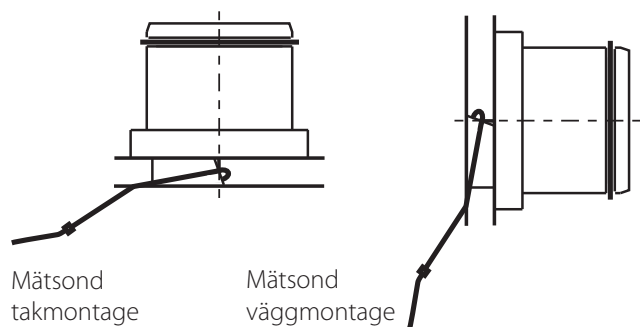

Bild 1. Placering av mätsond vid injustering.
- 7) Injusteringstrycket mäts med vinklad mätsond ("mättekro") bakom sektorplåten, se **Bild 1** för korrekt placering av sonden. Se rubrik **Injustering** för detaljerad injusteringsanvisning.
- ⚠ Enheten injusteras med hjälp av **mätsond**, se **Bild 1** för korrekt placering.